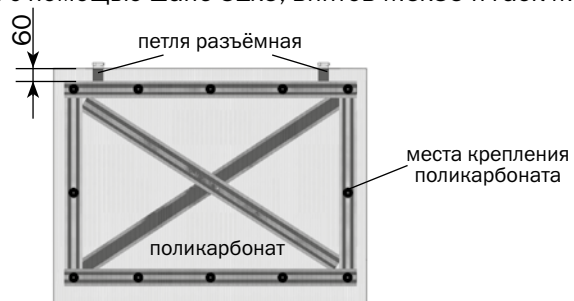

Рис.6
6. Кусок поликарбоната обклеить скотчем (закрывать соты) и прикрепить его к каркасу форточка с помощью шайб 32x5, винтов M5x35 и гаек M5 (**рис. 6**).